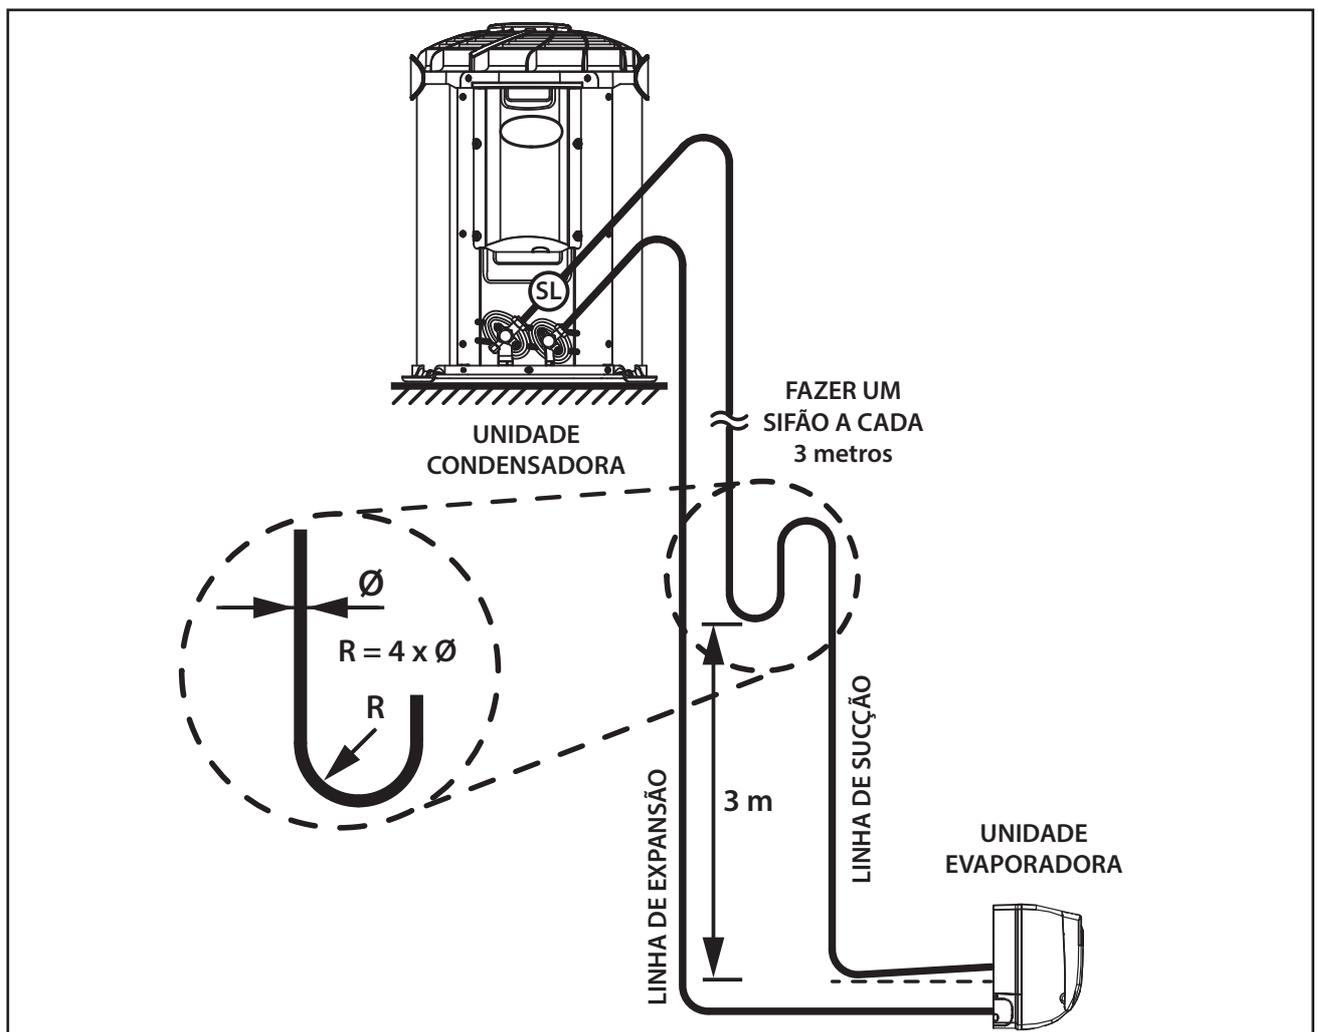

FIG. 21 - SIFÃO NA LINHA DE INTERLIGAÇÃO
- Quando a unidade condensadora estiver em um nível superior ao da unidade evaporadora, fazer sifões nas subidas da linha de sucção a **cada 3,0 metros**; considerando desde a saída da evaporadora (Fig. 21).